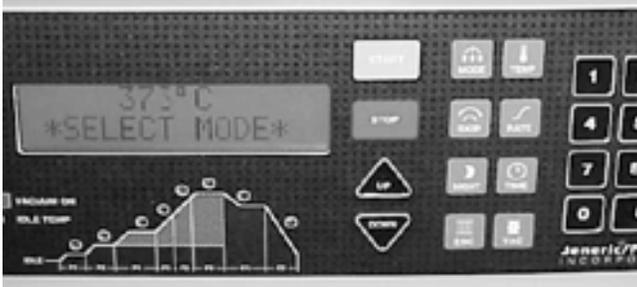

Figura 1B. Pulse “ESC” hasta que aparezca **SELECT MODE** en la pantalla.
1. Pulse la tecla “ESC” hasta el **SELECT MODE** aparezca en la pantalla (Figura 1B).